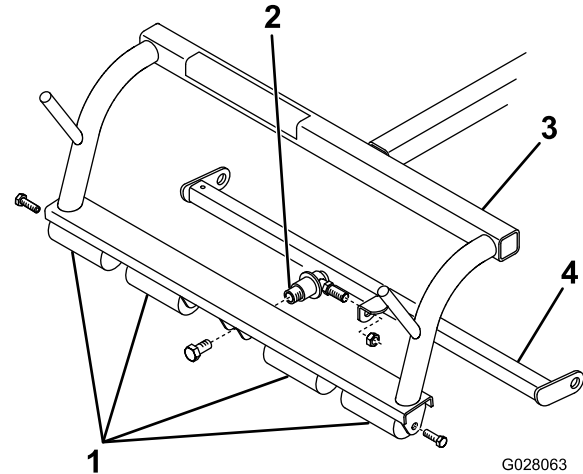

Figura 1
2. Retire el bastidor de arrastre y la articulación esférica correspondiente; consulte Figura 1.